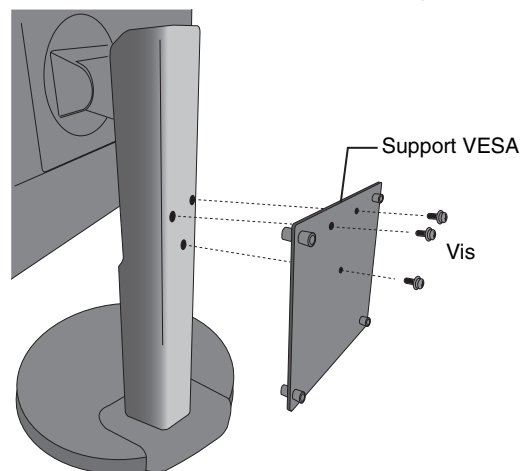

**Figure F.1**
2. Utilisez les 4 vis retirées du support, ou celles mentionnées, pour fixer le bras au moniteur (**Figure F.1**).
**Attention :** Utilisez UNIQUEMENT les 4 vis retirées du support ou celles mentionnées (**Figure F.1**) pour éviter d'endommager ce dernier, ou le moniteur.